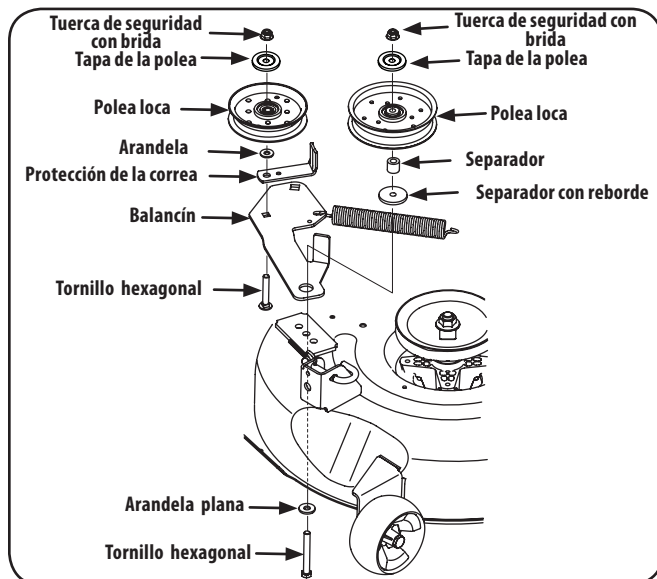

Figura 7-11
- Extraiga las dos poleas locas, para lo cual debe retirar los tornillos de cabeza hexagonal y las tuercas de seguridad con brida que las sujetan a la plataforma y el brazo de polea loca. Consulte la Figura 7-11. No afloje ningún elemento de ferretería al sacar el tornillo de cabeza hexagonal y la tuerca de seguridad con brida.
- Coloque la correa alrededor de las poleas locas que extrajo en el paso 3 con el lado en "V" orientado hacia adentro. Una vez que todo esté en su lugar, vuelva a colocar los elementos de ferretería y ajuste la tuerca de seguridad con brida para sujetar el conjunto. Consulte la Figura 7-11.
- Coloque la correa como se indica en la Figura 7-11 y vuelva a instalar la plataforma (consulte Instalación de la plataforma en la página 30).